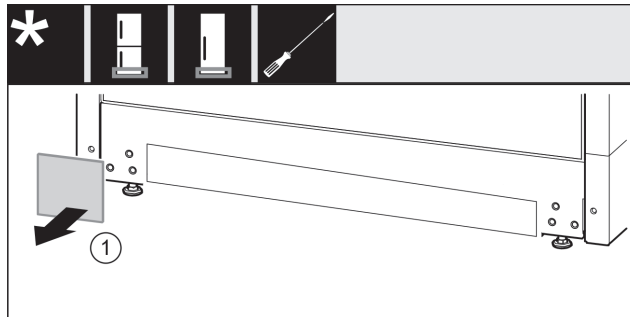

Fig. 18
- Abdeckung Fig. 18 (1) abnehmen.